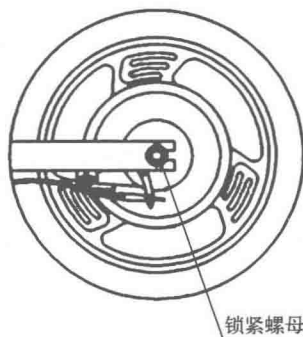

图 1-6 拆卸后轮锁紧螺母示意图
(1) 取下蓄电池盒将车子翻转悬空垫好 (勿使车把和后工具箱碰地), 拆下链条挡板。
(2) 将轮毂线与控制器连接插头拔掉 (注意拉线方式, 以免损坏引线)。
(3) 拆下闸盒定位夹紧固螺钉并松开绳钉, 抽出制动拉索。
(4) 如图 1-6 所示, 用专用扳手松开两侧锁紧螺母。然后依次拆下挡泥板支架固定螺母、车架腿固定螺母、脚蹬、链条、胀闸等组件, 最后即可拉出后轮。